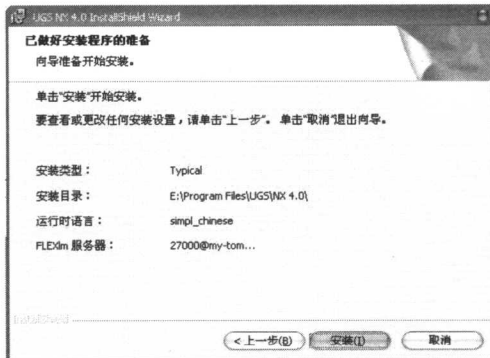

图 1-17 安装前确认
(16) 接着系统打开如图 1-17 所示的安装前确认对话框, 其中显示了安装路径、选择的组件。如果满意完成以后单击【安装】按钮, 否则单击【上一步】按钮进行修改。